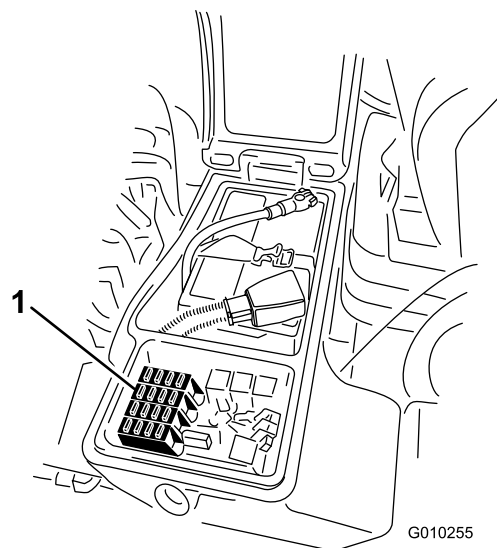
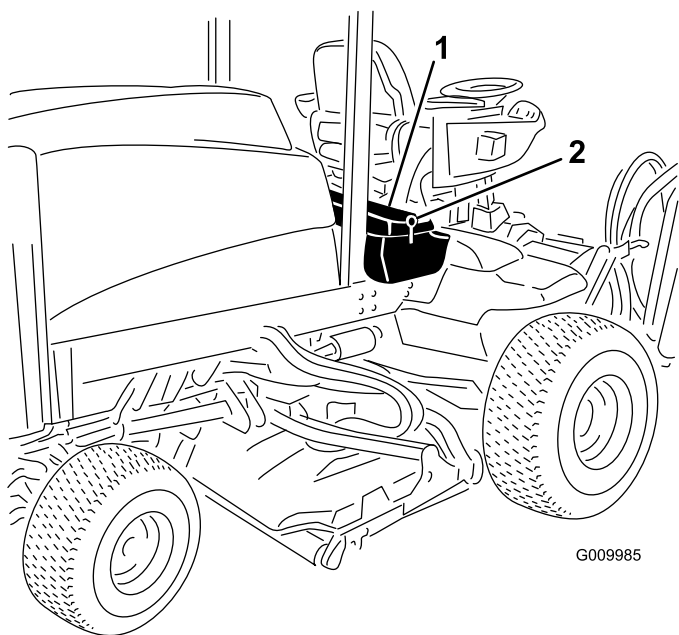

Bild 48
Bild 47
3. Schließen Sie die Abdeckung des rechten Ablagekastens und befestigen Sie die Abdeckung mit dem Riegel (Bild 47).
1. Lösen Sie den Riegel für die Abdeckung des rechten Ablagekastens und heben Sie die Abdeckung (Bild 47) hoch, um an den Sicherungsblock zu gelangen (Bild 48).
2. Wechseln Sie ggf. die offenen Sicherungen aus (Bild 48).